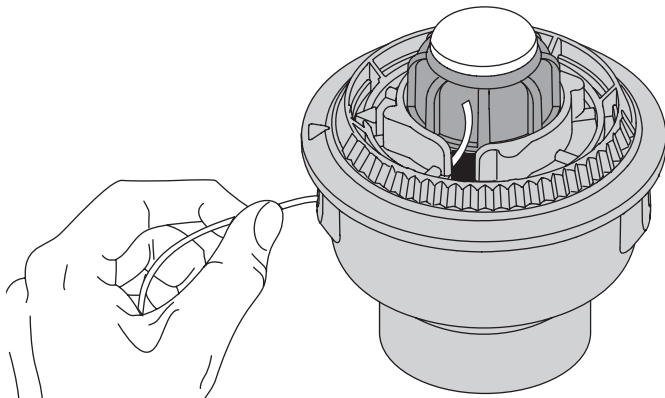

Fig. 22
- Insérez les extrémités du fil du moulinet intérieur neuf dans les œillets de la bobine extérieure (Fig. 22). Enfoncez le moulinet intérieur neuf, flèche vers le haut, dans la bobine extérieure.